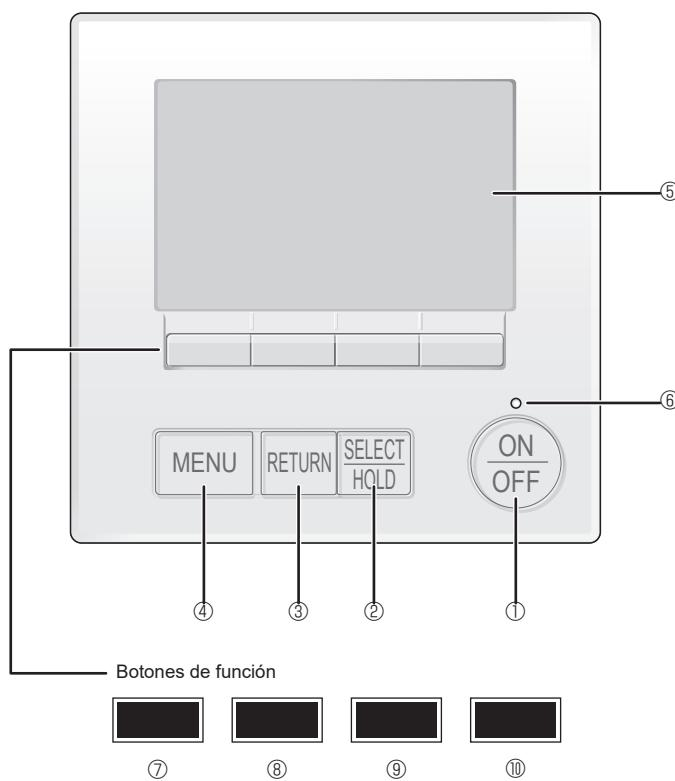

Fig. 6-1
6.2.1. Al usar el mando a distancia con cable (Fig. 6-1)